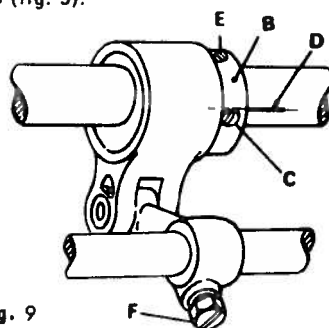

Fig. 9
- Regolare l'eccentrico B (fig. 9) per lo spostamento frontale del crochet, in modo che la tacca D incisa sull'albero corrisponda alla tangente superiore della vite C.
- Controllare che la punta del crochet, nella sua corsa verso sinistra, passi a circa 0,05 mm dall'incavo dell'ago di destra. Se cio' non avvenisse, regolare il gruppo mediante la vite F (fig. 9).